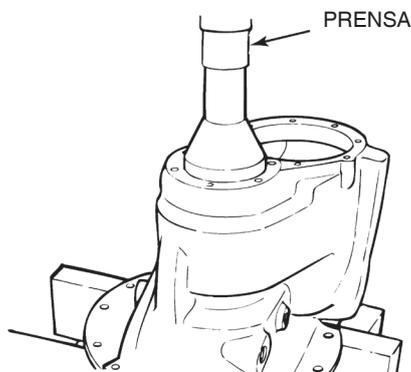

Figura 5.8
C. Use uma luva ou uma ferramenta de instalação e uma prensa para instalar a capa. Prenda a capa na caixa diferencial até que o seu fundo toque o fundo da sede. Se uma prensa não estiver disponível, use uma luva, uma barra de bronze ou uma ferramenta de instalação e um martelo para instalar a capa. Figura 5.8.